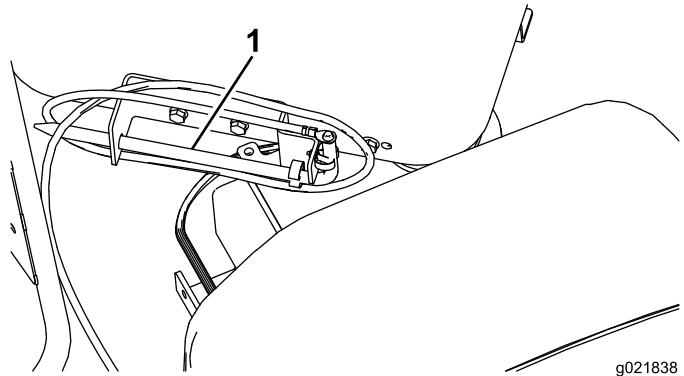

Figura 31
- Guarde la pica de tierra en el soporte de la plataforma del operador, según se muestra en Figura 31.